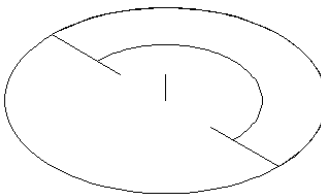

图 12-79 比例缩放
- 15 选择菜单【修改】|【缩放】命令，选择圆弧进行缩放，基点为原点，比例因子为 1.5，结果如图 12-79 所示。